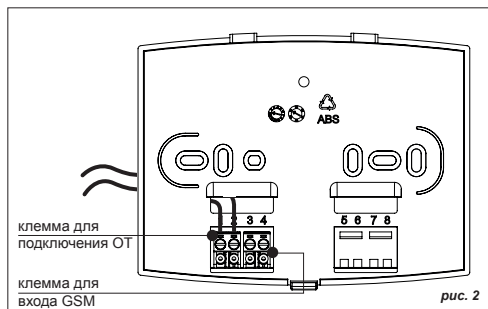

рис. 2
- Подключите пульт дистанционного управления к управляемому агрегату с помощью **экранированного** кабеля 2x0,75 мм² (мин. 0,5 мм²) максимальной длины 50 м, предпочтительно в специальном кабельном канале (рис. 2). **Неполяризованное подключение.**